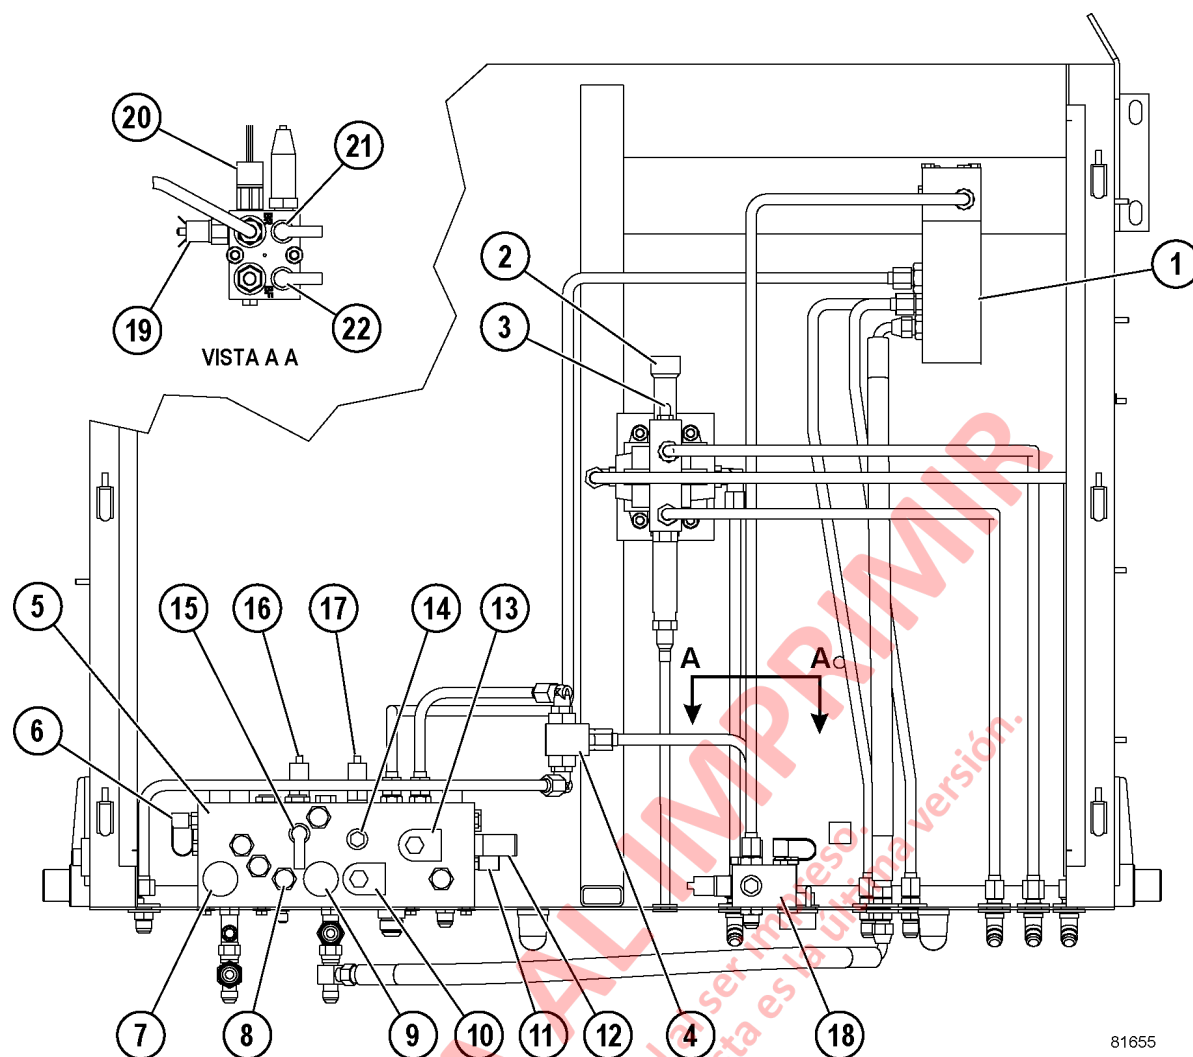

FIGURA 2-1. GABINETE DE FRENOS HIDRÁULICOS
El sistema de frenos consta de varios componentes de válvulas principales: la válvula de pedal del circuito dual, las válvulas de relé duales operadas hidráulicamente, el múltiple de frenos y dos acumuladores. La válvula de pedal del circuito dual es el único componente ubicado en la cabina del operador. La válvula de relé dual para los frenos delanteros, el múltiple de freno y los componentes eléctricos se encuentran en el gabinete de frenos hidráulicos, atrás de la cabina (vea la Figura 2-1).
La solenoide del freno de estacionamiento (10, Figura 2-1) está energizada. El flujo de aceite se dirige desde la solenoide del freno de estacionamiento hacia los pistones del freno para liberarse. El circuito del freno de estacionamiento está protegido para evitar su aplicación accidental, mediante el control de un sensor de velocidad en el motor de tracción que determina la velocidad del camión. El freno de estacionamiento no se aplicará hasta que el camión esté prácticamente detenido. Esto elimina el daño al freno y extiende los intervalos de ajuste de los frenos.
La función principal del freno de traba es proporcionar al operador un medio para sostener el camión mientras carga o descarga. **El freno de traba solo aplica los frenos de servicio traseros.** También puede entregar un segundo medio para detener el camión en caso de una falla en el funcionamiento de la válvula del freno. Al activar el interruptor de freno de traba montado en el panel, la válvula solenoide de freno de traba (13, Figura 2-1) y la válvula reductora de presión (12) aplicarán aceite a presión sin modulación de 17 237 kPa (2500 psi) para accionar completamente los frenos traseros. La válvula restrictora (4), ubicada en la línea del freno trasero, entrega independencia a la válvula de pedal del freno para aplicar el freno.
El circuito de advertencia del freno está equipado con una luz de advertencia de baja presión del freno en el panel superior y una alarma sonora en la cabina para alertar al operador sobre las bajas presiones del freno. Se utilizan varios sensores eléctricos, un relé y un temporizador de retardo para detectar problemas en el sistema de frenos. Consulte la Figura 2-1 como referencia para los siguientes componentes.